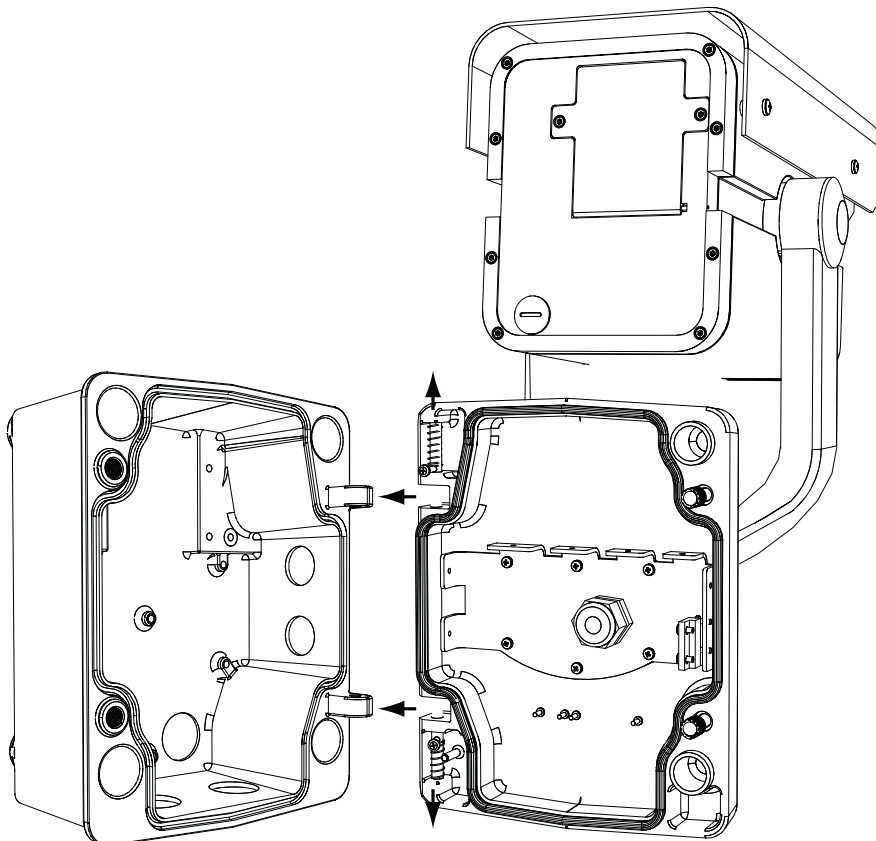

Figura 2.2 Alinhamento da dobradiça da caixa da câmara
3. Corte todos os fios com folga suficiente para alcançar os terminais de conector da caixa, mas não com demasiada, evitando que sejam entalados. Ver *Figura 2.2, Página 8*, em cima, para se inteirar da localização dos conectores.
3. Mantendo o pino da dobradiça superior em posição de abertura, abra e alinhe as dobradiças superior e inferior da haste da câmara com os pontos de encaixe correspondentes da caixa de derivação. Ver a figura *Figura 2.2*, em cima.